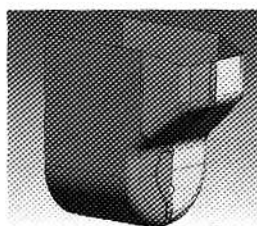

図2 初回の提案データ
②プレス成形可能形状のモデルとシミュレーション結果を顧客に渡し、プレス化の検討をしてもらう(図2、3)。